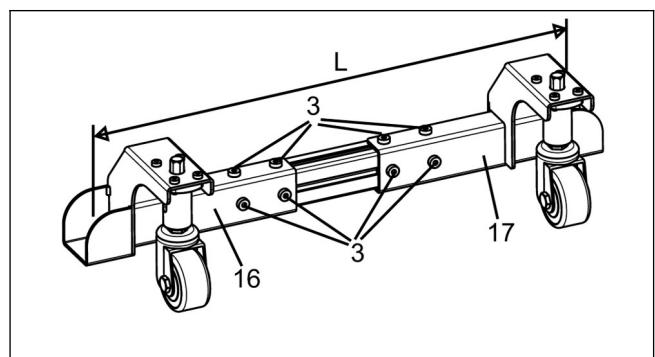

图 20
a.松开所有紧固件“3”，将左托架“16”及右托架“17”向两边滑动相等距离，当图示 L 等于延伸台板支腿间距时，旋紧所有紧固件“3”。（见图 20）